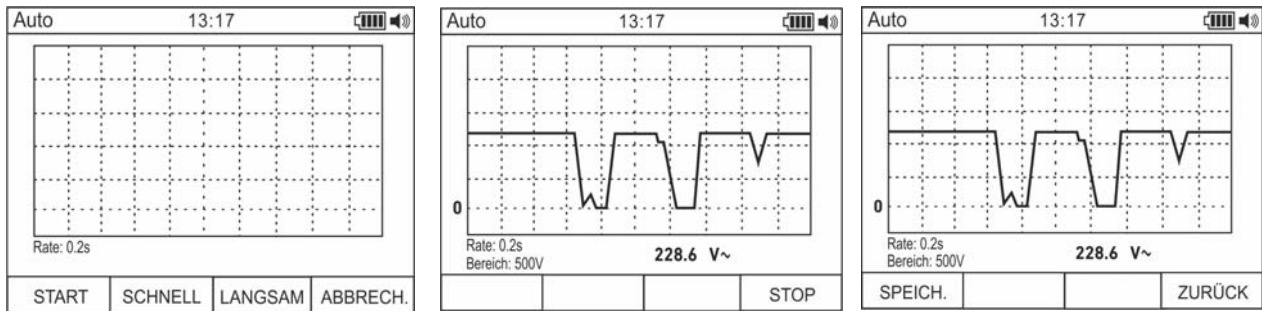

Abb. 8: Grafische Darstellung der Messwerte
1. Drücken Sie die **F1** Taste, um in die Funktion der grafischen Darstellung für die zu messende Größe einzutreten (siehe Abb. 8 – linker Teil).
3. Drücken Sie die **F1** Taste zum Starten der Messung und grafischen Darstellung. Der Messbereich (der vom Gerät automatisch ermittelt wird) und der Echtzeit-Wert werden vom Gerät angezeigt (siehe Abb. 8 – Mitte)
5. Drücken Sie die **F1** Taste, um die Grafik im Speicher des Gerätes abzuspeichern, oder die **F4** Taste um eine neue Messung mit grafischer Darstellung zu starten (siehe Abb. 8 – rechter Teil).